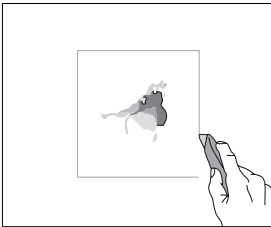
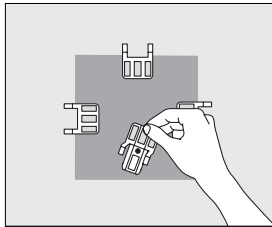
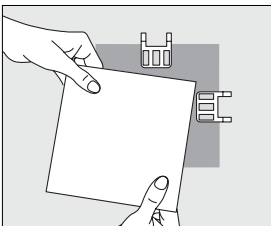
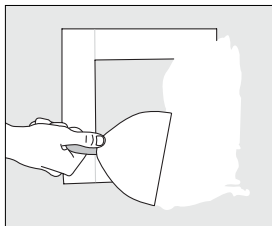

Fig. 2
Fig. 3
Fig. 4
Fig. 5
**Remedio 1:** Con una navaja multiusos o sierra, corte una sección cuadrada alrededor de la zona dañada (Fig. 2). Luego corte un trozo de las mismas dimensiones de un panel de yeso en buen estado. Coloque grapas de reparación de panel de yeso SHEETROCK en los cuatro bordes de la perforación preparada y únalas con tornillos (Fig. 3). Instale la sección de reemplazo y únala a las grapas con tornillos (Fig. 4). Quite las pestañas de las grapas (Fig. 5) y dé acabado a los cuatro lados con compuesto y cinta para juntas SHEETROCK. Aplique y desvanezca una segunda y una tercera manos, lije y selle. Cumple con los requisitos de la norma ASTM E-119 para reparar muros con clasificación contra fuego de una hora. Todos los componentes de reparación (excepto el panel de yeso) están disponibles en el juego de reparaciones para panel de yeso SHEETROCK.